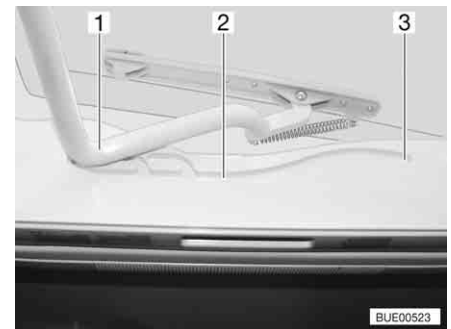

Fig. 88 Lanterneau Heki, glissière
- Tirer l'étrier (Fig. 88,1) dans les glissières (Fig. 88,2) jusque dans la position la plus reculée (Fig. 88,3).
- Pousser l'étrier (Fig. 88,1) légèrement vers le haut avec les deux mains.
- Tirer l'étrier dans les glissières (Fig. 88,2) jusqu'à la position souhaitée.